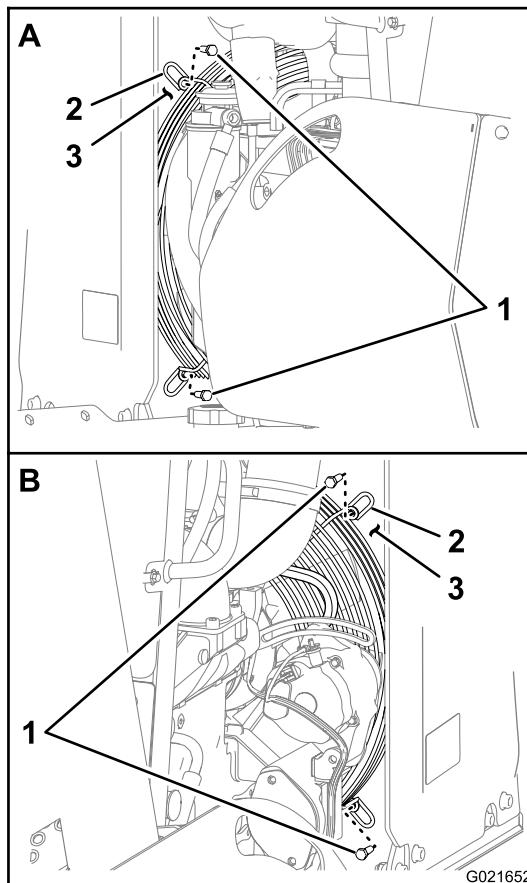

Figure 87
6. Retirez les 4 boulons de fixation du capot de protection du ventilateur sur le déflecteur du ventilateur (Figure 87).
7. Tournez la capot de protection du ventilateur dans le sens horaire autour de l'arbre d'entraînement du ventilateur jusqu'à ce que l'ouverture du capot de protection soit orientée à 6 h (Figure 87).
8. Fixez le capot de protection du ventilateur sur le déflecteur du ventilateur (Figure 87).